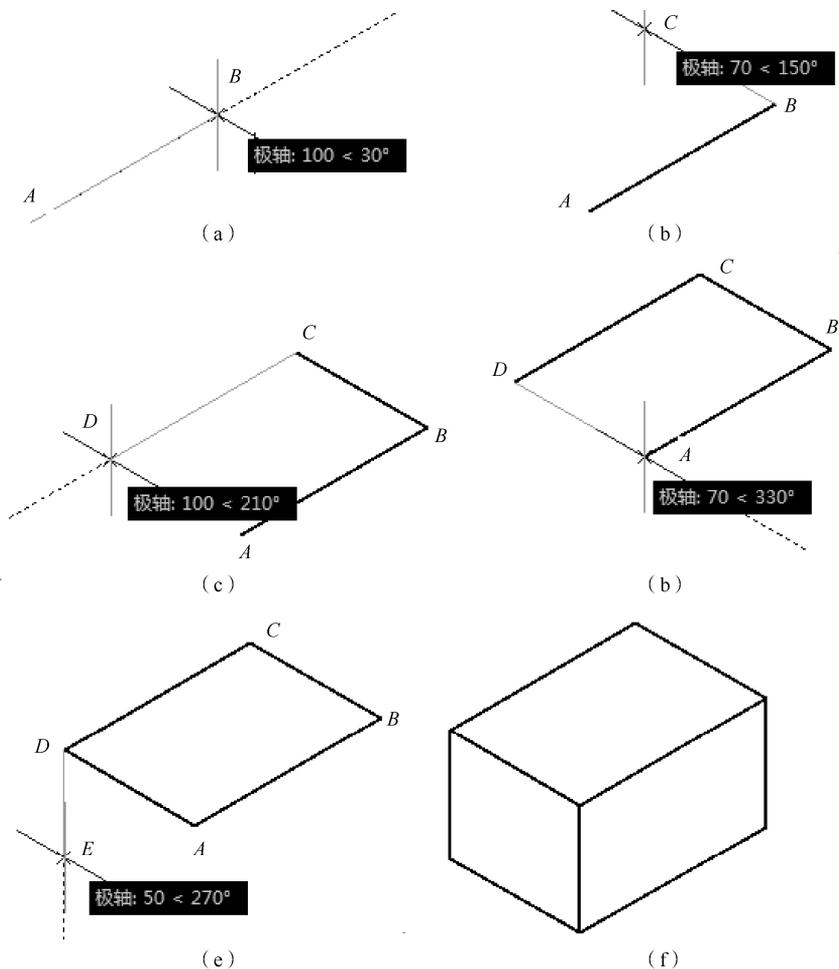

图 1-43 利用极轴追踪方式绘制正等轴测图
- (1) 启用“极轴追踪”，设定极轴增量角为“30°”。
- (2) 启用“栅格捕捉”功能，将“栅格捕捉”模式设定为“等轴测捕捉”。
- (3) 输入绘制直线命令，在“line 指定第一点:”提示下，移动光标到适当位置，单击“确定”按钮  $A$  点。
- (4) 在“指定下一点或 [放弃 (U)]:”提示下，向右上方移动光标。在出现如图 1-43 (a) 所示的距离和角度的工具提示时，单击鼠标，确定  $B$  点，便绘制出长方体的一条边  $AB$ 。
- (5) 在“指定下一点或 [放弃 (U)]:”提示下，向左上方移动光标。在出现如图 1-43 (b) 所示的距离和角度的工具提示时，单击鼠标，确定  $C$  点，便绘制出长方体的一条边  $BC$ 。
- (6) 在“指定下一点或 [闭合 (C) / 放弃 (U)]:”提示下，向左下方移动光标，出现如图 1-43 (c) 所示的距离和角度的工具提示时，单击鼠标，确定  $D$  点，便绘制出长方体的一条边  $CD$ 。
- (7) 在“指定下一点或 [闭合 (C) / 放弃 (U)]:”提示下，向左下方移动光标。在出现如图 1-43 (d) 所示的距离和角度的工具提示时，单击鼠标，回到  $A$  点，便绘制出长方体的一条边  $DA$ 。到此，即完成了长方体的顶面绘制。
- (8) 输入绘制直线命令，在“line 指定第一点:”提示下，单击  $D$  点。
(9) 在“指定下一点或 [放弃 (U)] :”提示下, 向下方移动光标。在出现如图 1-43 (e) 所示的距离和角度的工具提示时, 单击鼠标, 确定  $E$  点, 便绘制出长方体的一条边  $DE$ 。
通过以上操作, 就可完成长方体顶面和左侧面一条边的正等轴测图的绘制。读者可仿照上面的方法, 继续作图, 最后完成如图 1-43 (f) 所示的长方体正等轴测图。